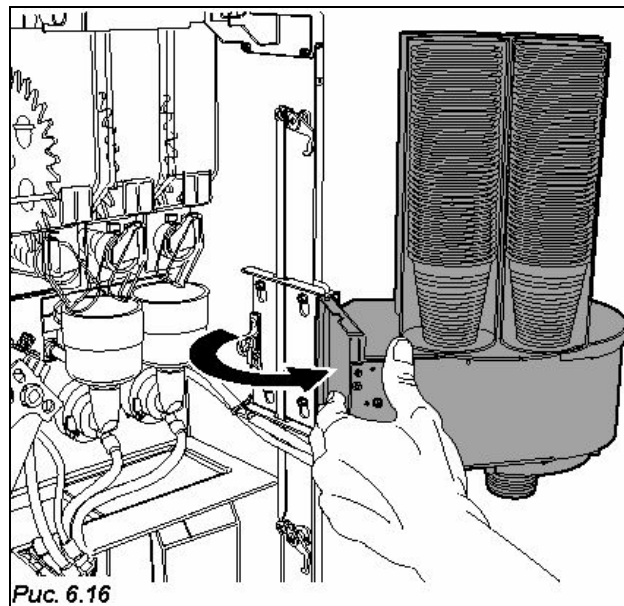

Рис. 6.16
- Подайте стойку со стаканчиками вперед, чтобы получить доступ к резервуарам (Рис. 6.16).